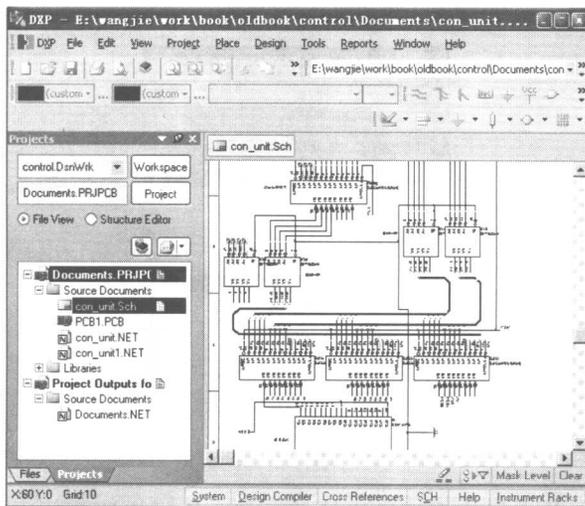

图 1-3 在 Protel DXP 2004 环境下打开 Protel 99SE 的数据库文件
step 2) 双击选中的数据库文件，然后单击弹出的确认框上的 Yes 按钮，将会出现如图 1-3 所示的结果。
step 3) 在图 1-3 中可以看到，Protel 99SE 的数据库文件完成了转化，转化后并没有破坏